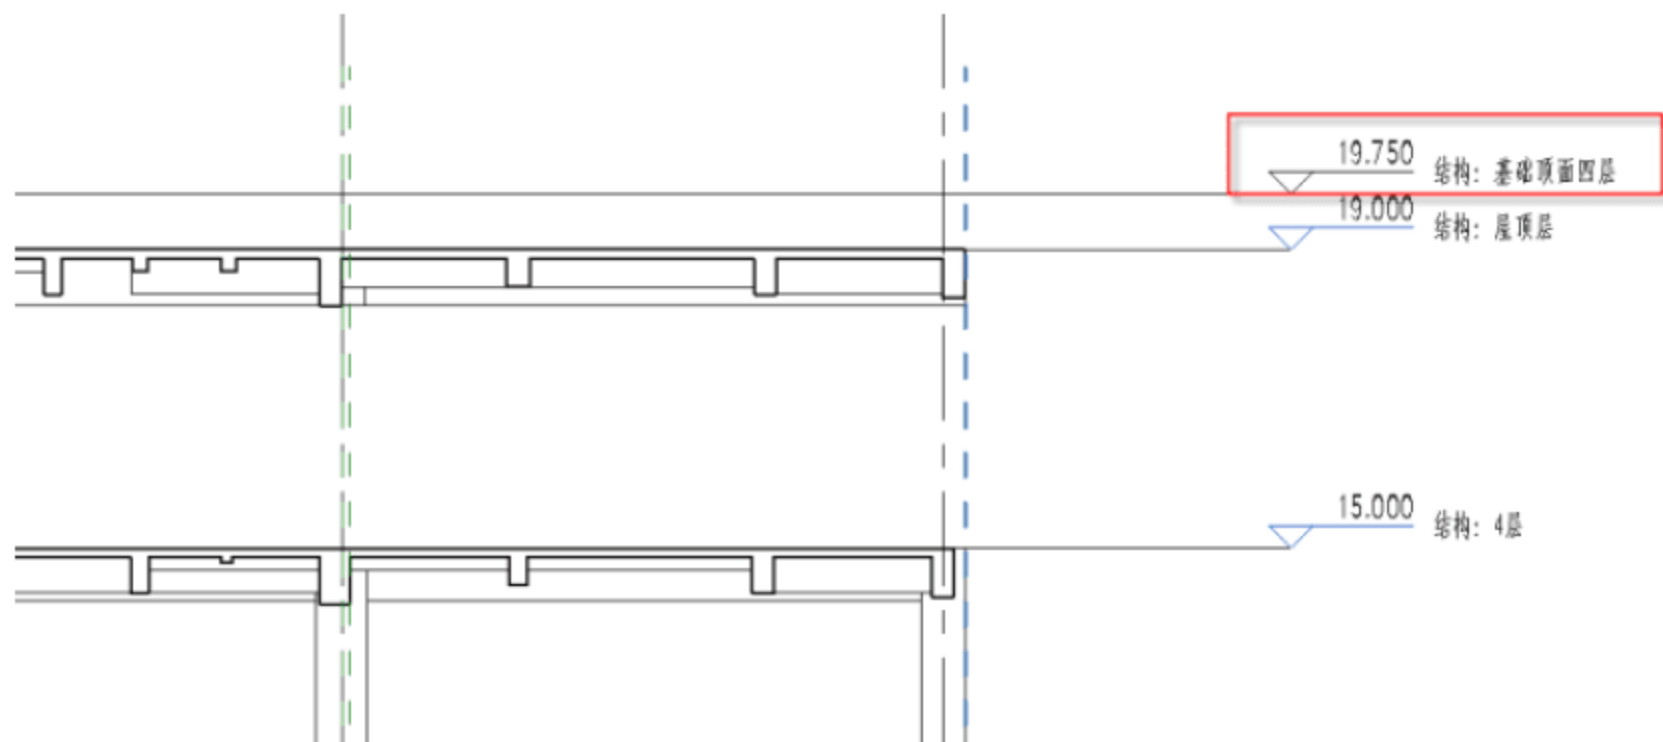

图 5.2.3 新建标高
(3) 新建出屋面层标高。选择“项目浏览器”中的“东立面”命令。由配套资源中的 DWG 图可得，出屋面层的标高为“19.750”。选择“19.000”标高，按快捷键 C+O，向上拉伸，输入数值 750。双击“结构：基础顶面四层”轴，输入“出屋面层”，单击“确定”按钮，出屋面层标高完成，如图 5.2.3 所示。